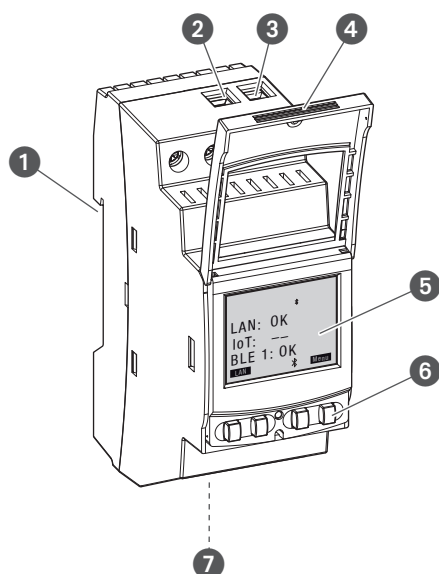

Abb. 1: LAN-Modul
Das LAN-Modul wird mit einem Klicksystem auf eine DIN-Schiene (Abb. 1/❶) montiert und über die Ethernetschnittstelle an das LAN angeschlossen; es ermöglicht eine komfortable Verwaltung von bis zu fünf Verteilerschaltuhren talento smart S25. Die Programmierung lässt sich über einen PC im LAN oder ein mobiles Gerät über WLAN, bequem auslesen und übertragen. Die Verteilerschaltuhren sind über Bluetooth mit dem LAN-Modul verbunden. Die Frequenz des Funksignals liegt bei 2,4 GHz und die maximale Sendeleistung beträgt 1,8 mW.